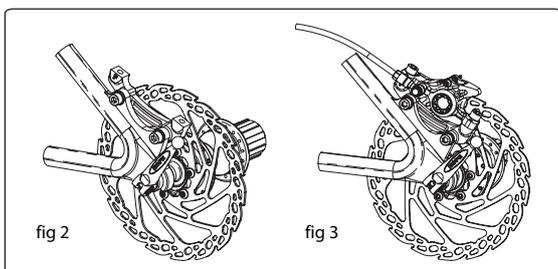

fig 2
a) En fonction du type de fixation et du diamètre de disque utilisé, mettez en place l'adaptateur qui convient et serrez les 2 vis M6 à l'aide d'une clef Allen de 5mm. Couple de serrage recommandé : 8-10Nm. Illustration fig. 2.